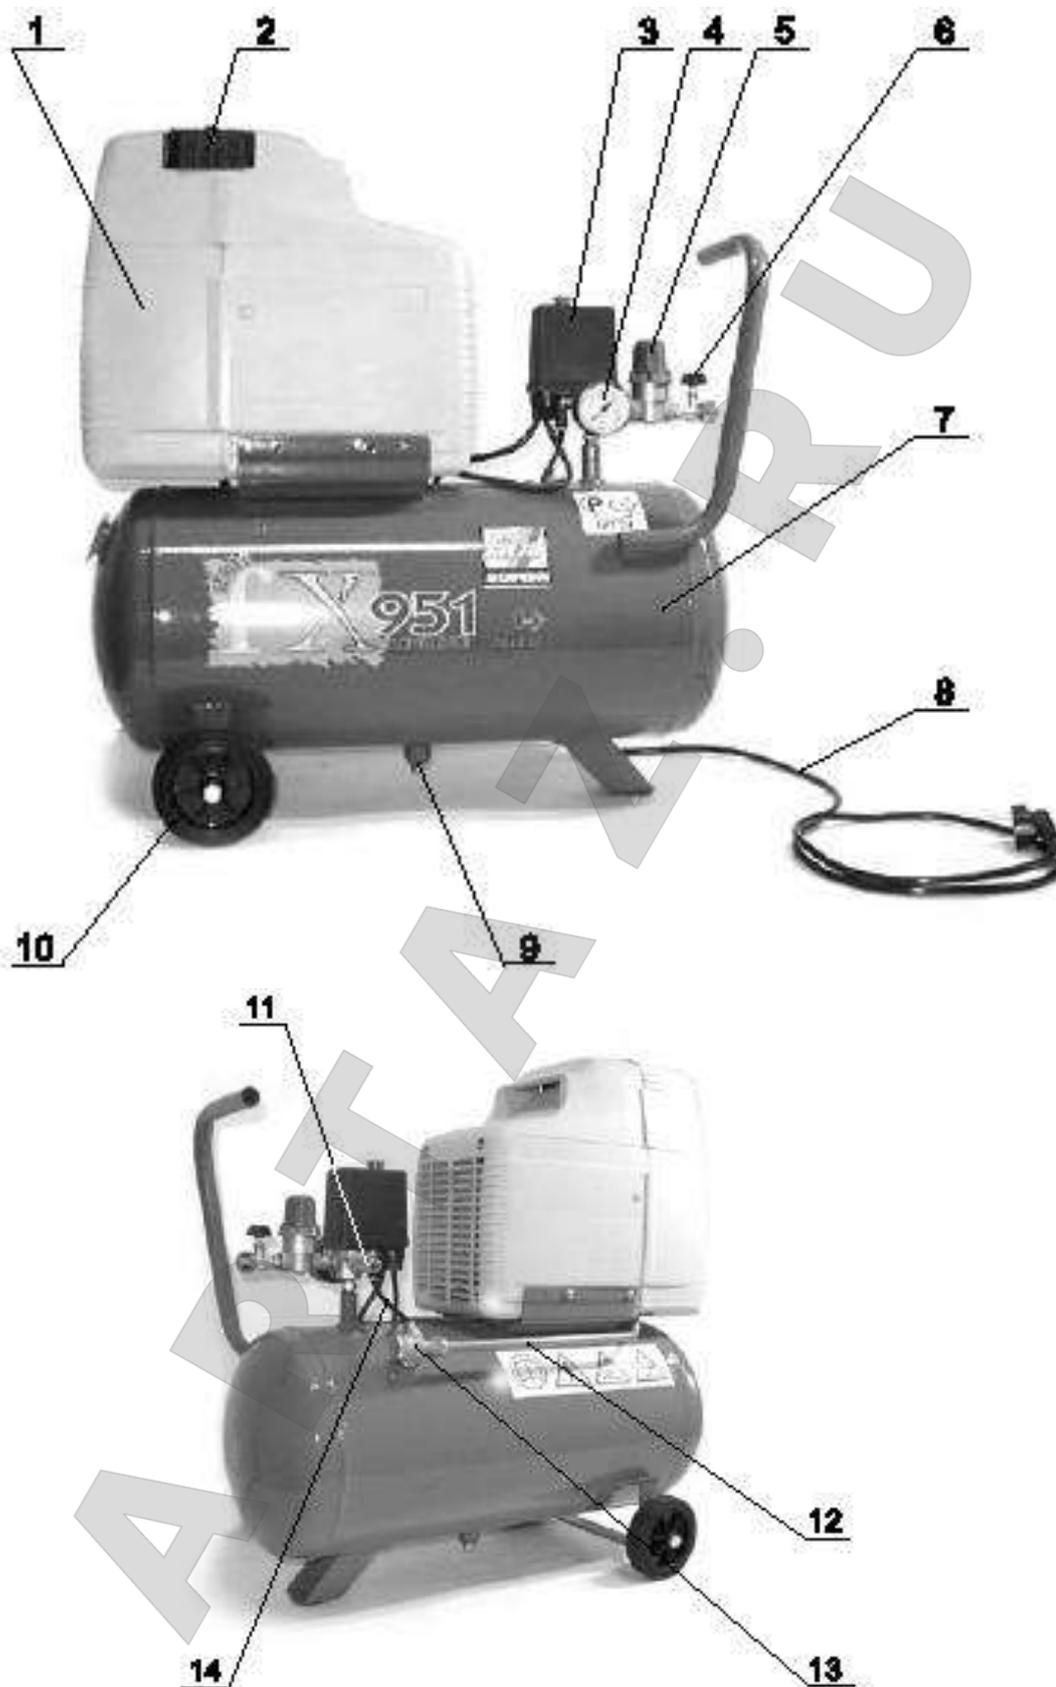

Рис. 1. Устройство и состав безмасляного компрессора
2.4 Общий вид компрессора представлен на Рис.1, схема электрическая принципиальная — на Рис.2.
5.1 Компрессор состоит из следующих основных сборочных единиц и деталей приведенных на Рис.1.